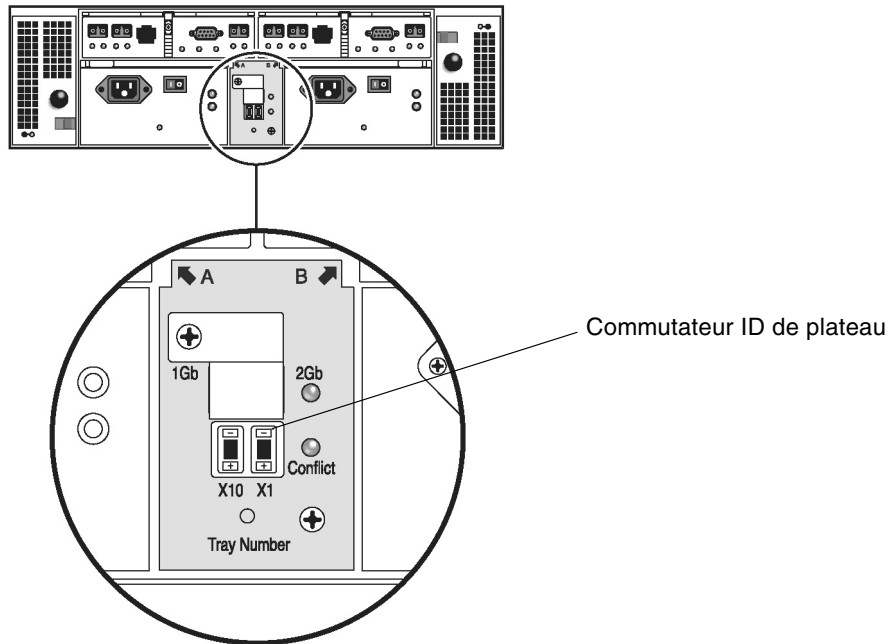

FIGURE 3-9 Commutateur ID de plateau
1. Repérez le commutateur ID de plateau à l'arrière de l'unité, entre les deux alimentations (FIGURE 3-9).